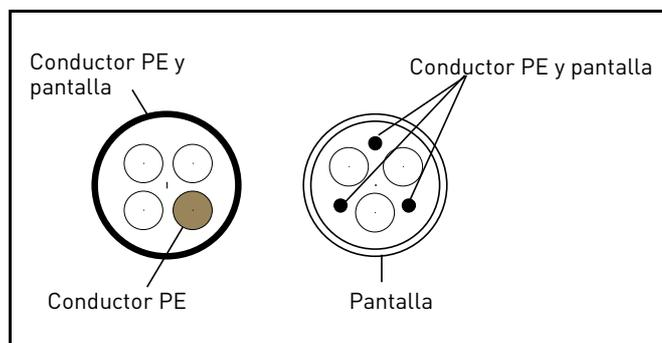

Figura 17.
- 2 = Cable de alimentación simétrico provisto de malla concéntrica protectora, específico para la tensión de red en cuestión. (MCMK o similar recomendado). Ver la Figura 17.
- 3 = Cable de alimentación simétrico provisto de pantalla compacta de baja impedancia, específico para la tensión de red en cuestión. [MCCMK, EMCMK o similar recomendado; Impedancia de transferencia del cable recomendada (1...30 MHz) máx. 100 mohm/m]. Ver la Figura 17.